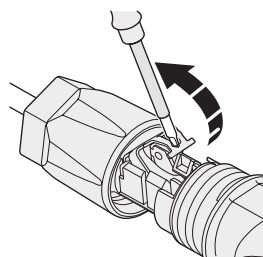

Fig. 31. Apertura del soporte de sujeción.
3. Usar un destornillador de cabeza plana para abrir el soporte de sujeción en el conector, como se muestra en la Fig. 31.